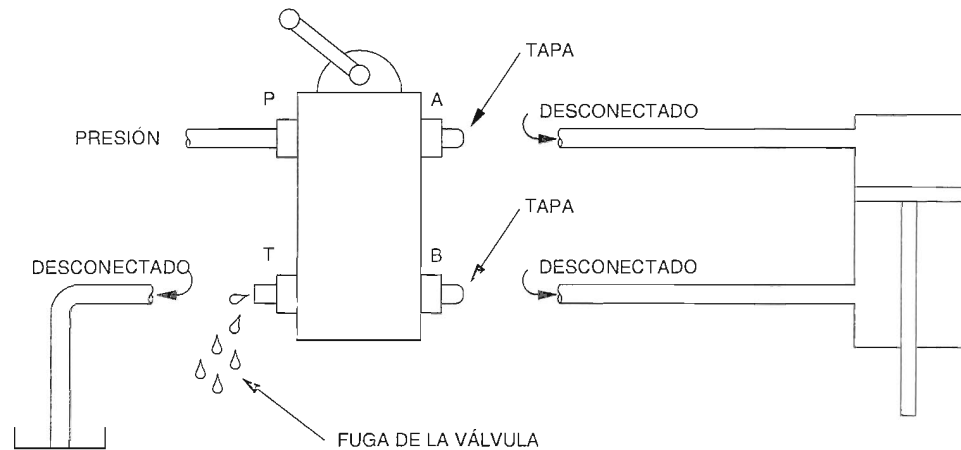

Figura 5-11. Prueba de fugas para una válvula direccional de 4 vías.
1. Desactive la fuente de alimentación hidráulica y desconecte la tubería de los orificios A, B y T de la válvula direccional, como lo muestra la Figura 5-11.